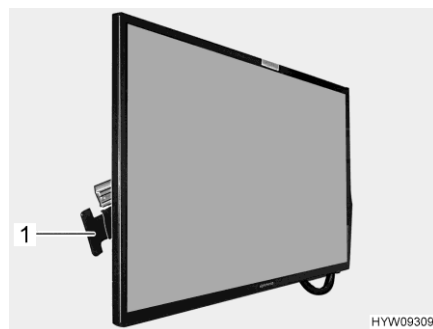

Fig. 68 Schermo piatto
- Premere e tenere premuta la maniglia (Fig. 68,1) in direzione dello schermo piatto. Lo schermo piatto è sbloccato.